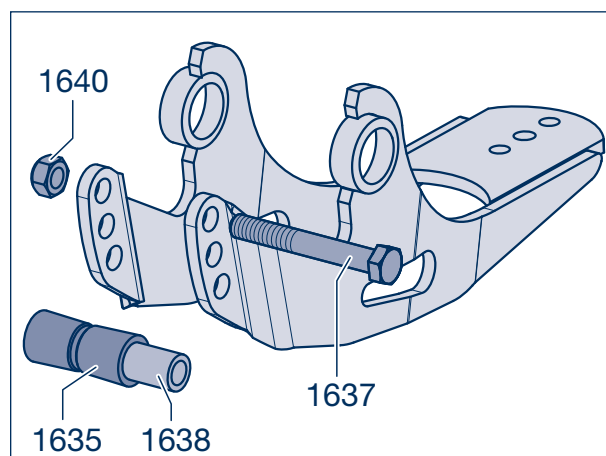

Figure 12
- [17] Insérer le boulon à ressort jusqu'à l'extrémité du support de la suspension pneumatique. Veiller à ce que les rondelles d'usure (1525) soient montées sur la douille (1005) du bras de guidage (1000) (voir figure 12 page 84).